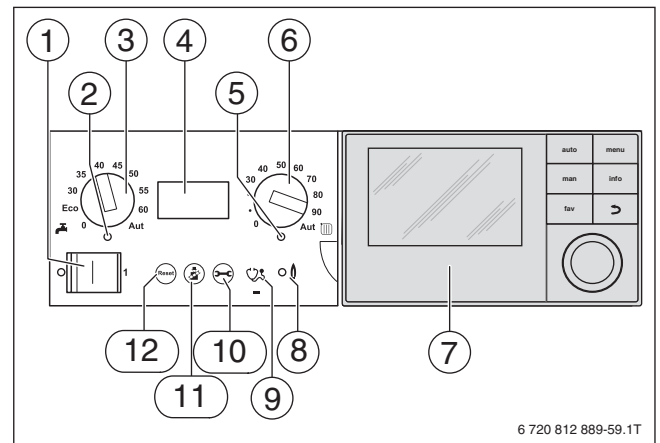

Bild 25 Anzeigen und Bedienelemente des Basiscontrollers Logamatic BC10
- Ein- und Ausschalten des Gas-Brennwertgeräts und aller im Gerät eingebauten Module über eine Ein/Aus-Schalter (→ Bild 25, [1])
- LED-Anzeige „Warmwasserbereitung“ (→ Bild 25, [2])
- Warmwasser-Temperatureinstellung (→ Bild 25, [3])
- Statusanzeige und Störungsdiagnose in einem LC-Display (→ Bild 25, [4])
- LED-Anzeige „Wärmeanforderung Warmwasser und Heizung“ (→ Bild 25, [5])
- Kesselwasser-Temperaturbegrenzung auf einen Maximalwert (→ Bild 25, [6])
- LED-Anzeige „Brennerbetrieb“ (→ Bild 25, [8])
- Anschlussbuchse für Diagnosestecker zur Anbindung eines Laptops (→ Bild 25, [9])
- Taste „Statusanzeige“ zum Umschalten des Displays auf unterschiedliche Funktionen (→ Bild 25, [10])
- Taste „Schornsteinfeger“ für Abgastest und manueller Betrieb (→ Bild 25, [11])
- Taste „Reset“ zur Entstörung des Brenners bei verriegelnden Störungen (→ Bild 25, [12])